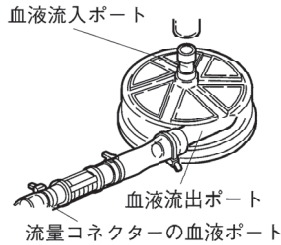

図 1
1. 本品を包装から取り出し、血液流入ポート及び、血液流出ポート又は流量コネクタの血液ポートを体外循環回路ラインと接続する (図1)。